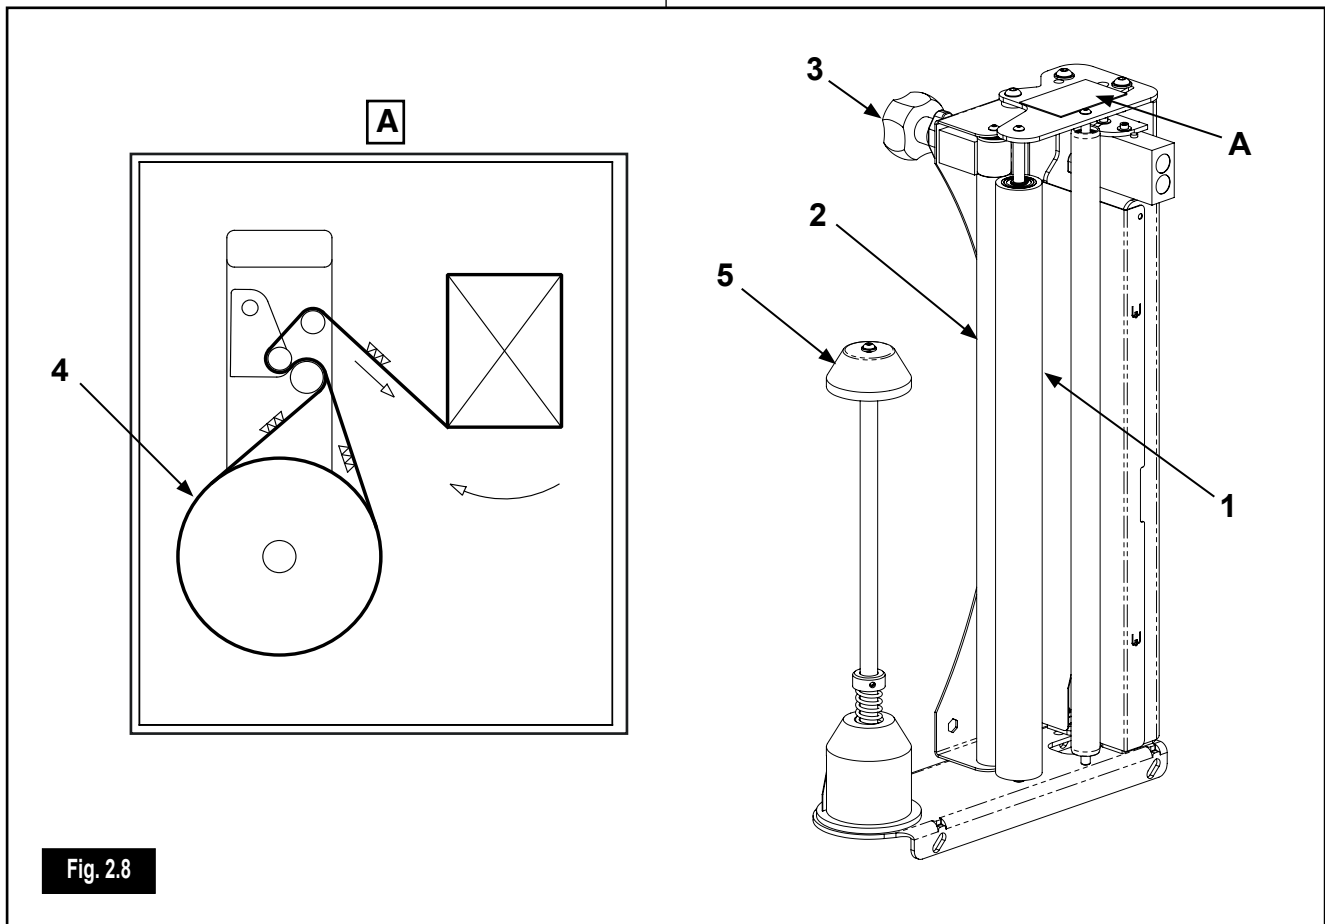

Fig. 2.8
De voorrekebot **FM (MB)** (Fig. 2.8) bestaat uit een vrijlooprol bekleed met rubber (1) en uit een rol voorzien van een mechanische rem (2).
Il carrello **FE (EB)** (Fig. 2.8 a) è composto da un rullo gommato folle (1) e da un rullo (2) munito di freno elettromagnetico.